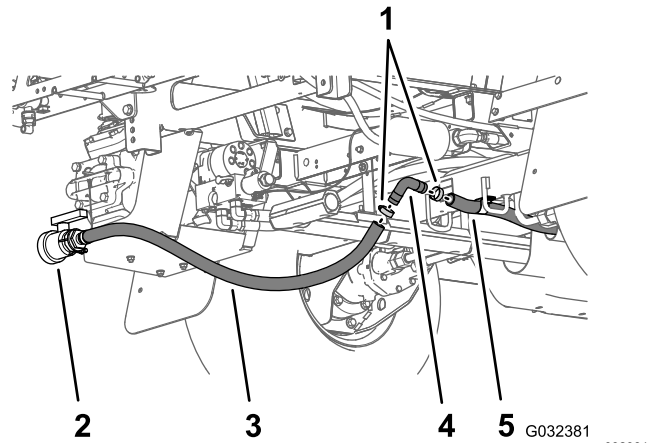

Figura 55
- Inserte el acoplamiento dentado de 90° que retiró en el paso 3 en la manguera de la válvula de vaciado y la manguera de vaciado del depósito trasero (Figura 55).
- Sujete el acoplamiento dentado de 90° y las mangueras de vaciado con las 2 abrazaderas que retiró en el paso 2 (Figura 55).